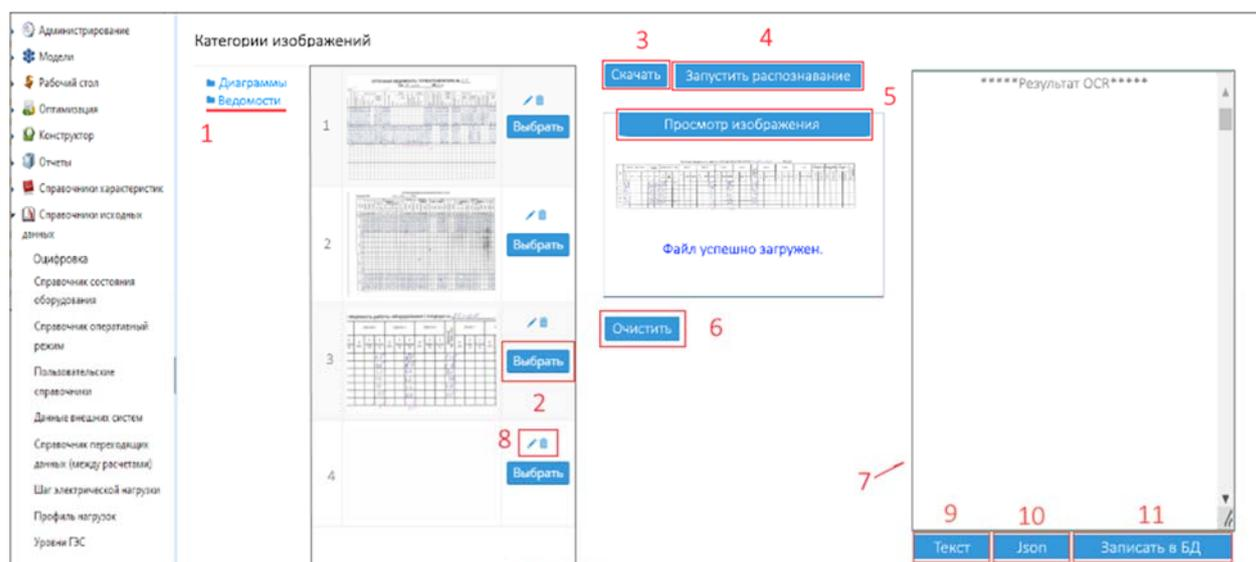

Рисунок 4.8.36 – Окно «Ведомости»
После того, как администратор сделал необходимые настройки для конкретного файла и загрузил его, необходимо перейти в новое окно после нажатия на ссылку (1) «Ведомости» (рис. 4.8.36).
Результат распознавания выводится в информационное поле (7), предоставляется возможность выбора формата отображения результата (рис. 4.8.36):
- в текстовом виде, блок (9);
- в виде исходного кода «Json», блок (10).